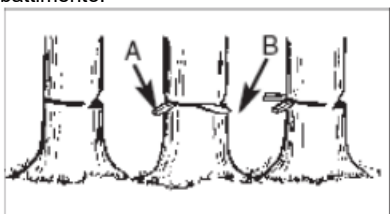

Fig 10c
Utilizzare cunei di legno o plastica (A) per evitare che lama o la catena (B) si blocchi nel taglio. I cunei aiutano anche a controllare la caduta (Fig. 10c).